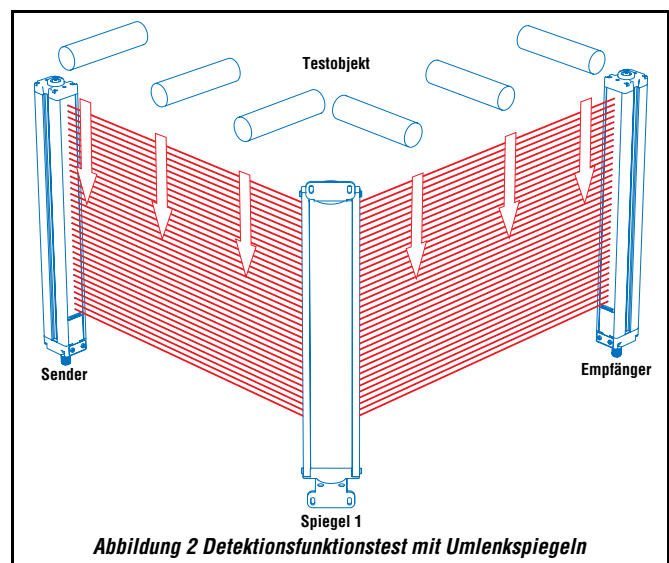

Abbildung 2 Detektionsfunktionstest mit Umlenkspiegeln
- 11) Testen Sie das Schutzfeld in jedem Abschnitt des Erfassungswegs (z. B. vom Sender zum Spiegel, zwischen Spiegel und Empfänger, siehe Abbildung 2 auf Seite 4). □